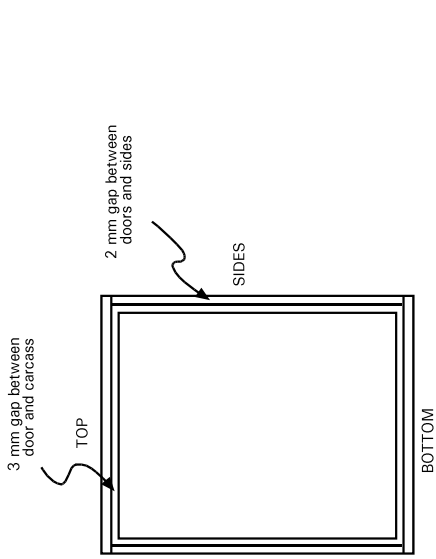

FIG 1
- The door glass size should allow a 2 mm gap on the sides of the carcass and **must** allow a 3mm gap between the door and top and bottom of the carcass. Viz: Single Door glass calculation: The door glass height = internal carcass height minus 6mm. The door glass width = internal carcass width minus 4 mm. (This will allow for a 2 mm gap between the door and the carcass sides). Double door glass calculation: each door glass height = internal carcass height minus 6mm. Each door glass width = internal carcass width minus 3 mm. (This will allow for a 2 mm gap between the two doors and a 2 mm gap between the doors and the carcass sides (see Fig. 1). Position the clean and prepared carcass on its back on a flat stable surface to commence with fitting the door/doors.
- Die Glasüren müssen so angefertigt sein, dass ein Spalt von 2 mm an den Seiten des Korpus ist und es muss ein Spalt von 3 mm zwischen den Türen, dem oberen und unteren Teil des Korpus sein. VZ: Einzelür Glaskalkulation: Die Türglashöhe = interne Korpushöhe minus 6 mm. Die Türglasbreite = interne Korpusbreite minus 4 mm (Dieses ergibt einen 2 mm Spalt zwischen Tür und Korpus). Doppeltür Glaskalkulation: Die Türglashöhe = interne Korpushöhe minus 6 mm. Die Türglasbreite = interne Korpusbreite minus 3 mm (Dieses ergibt einen 2 mm Spalt zwischen den zwei Türen und einen 2 mm Spalt zwischen den Türen und dem Korpus) (s.Abb.1).